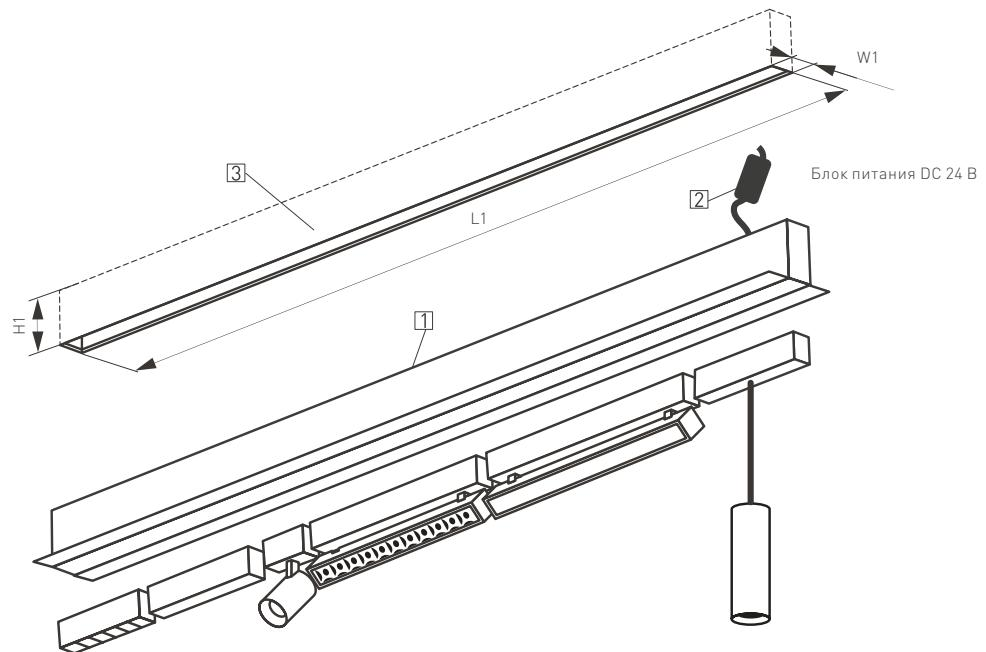

Рис. 2. Монтаж магнитного шинопровода серии 2538
- 3.1. Подготовьте в монтажной поверхности ниши [3] по размерам, указанным в таблице 2.1 (здесь и далее см. рисунок 2).